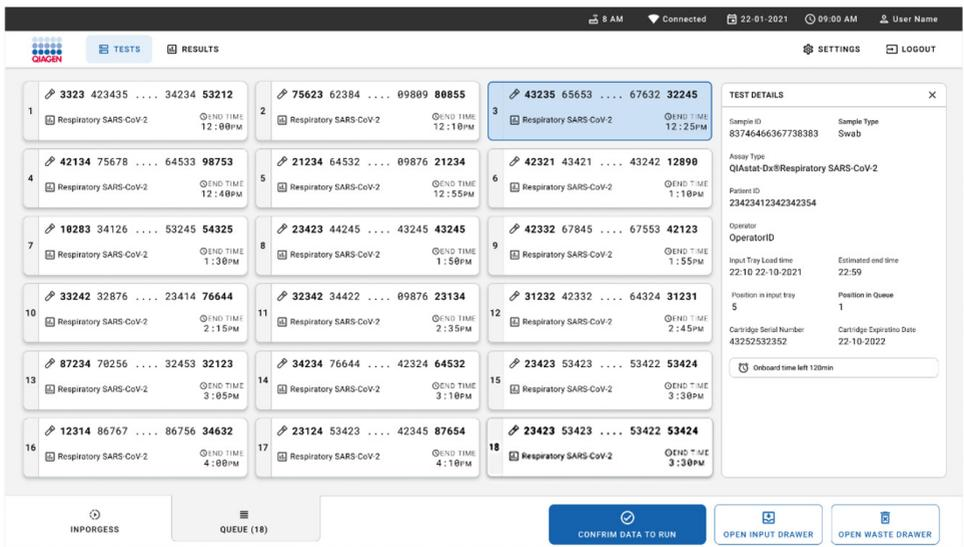

Figura 31. La pantalla Sample Queue (Cola de muestras) con un ensayo seleccionado que muestra información adicional.
Si se selecciona una prueba en la pantalla táctil, se muestra información adicional en la sección TEST DETAILS (Detalles de la prueba) de la pantalla (figura 31).
- Pulse el botón **CONFIRM DATA TO RUN** (Confirmar datos que se van a ejecutar) en la parte inferior de la pantalla si todos los datos que se muestran son correctos (figura 31). Después, se requiere una confirmación final por parte del operador que ejecuta las pruebas.